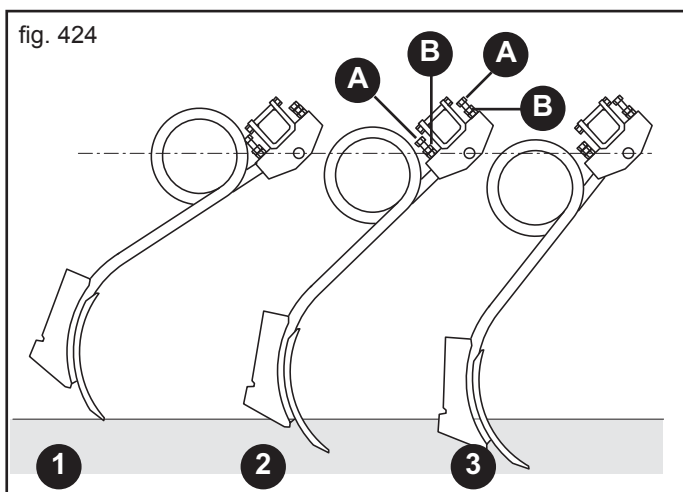

fig. 424
En desserrant les écrous (B Fig. 424) et en agissant sur les vis (A, Fig. 424), il est possible de modifier séparément l'incidence de pénétration de chaque bras:
- Semis superficiel (cf. 1, Fig. 424);
- Semis de profondeur moyenne (cf. 2, Fig. 424);
- Semis de profondeur (cf. 3, Fig. 424).